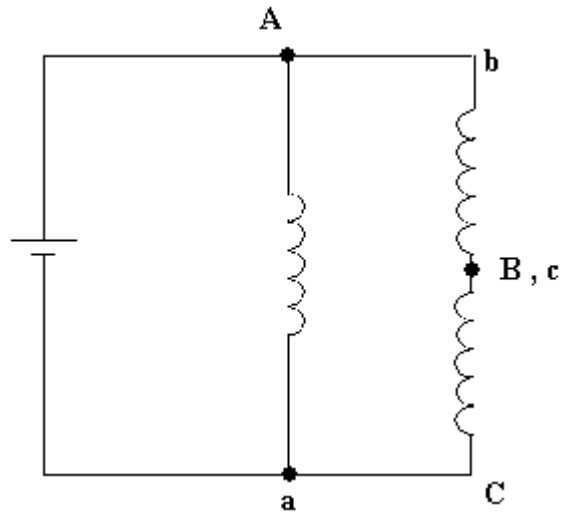

Figura 2: Esquema para o teste do item 2.1
- 2.1) Utilizando uma fonte CC e um estator da máquina trifásica disponível no laboratório, realize a montagem do esquema da Figura 2 para simular a situação da primeira linha da tabela, ou seja, ângulo elétrico igual a 0. Perceba que nesta montagem, a corrente nas fases B e C tem a metade do
Proponha esquemas, similares ao da figura 2, para simular a situação de 30° e 60° da alimentação trifásica, linhas 2 e 3 da tabela.